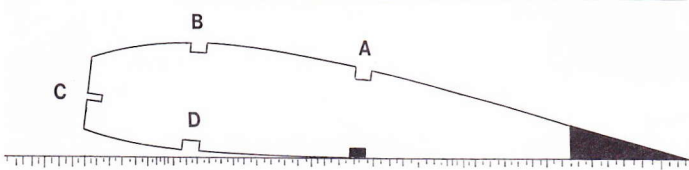

FIG 2
4. Listerne limes derefter på plads i den på fig. 2 viste nummerrækkefølge.